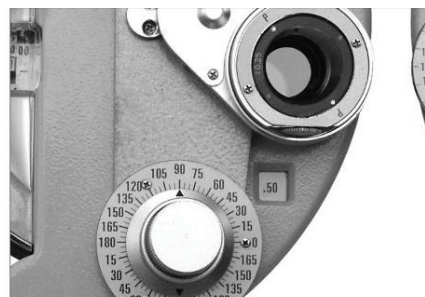

Abb.33
- (1) Set Kreuzzylinderlinse ⑳ vor dem rechten Auge der Testperson und drehenden Drehknopf ㉑ axial, um sie mit der axialen Richtung der Zylinderlinse auszurichten (siehe Abb.33).